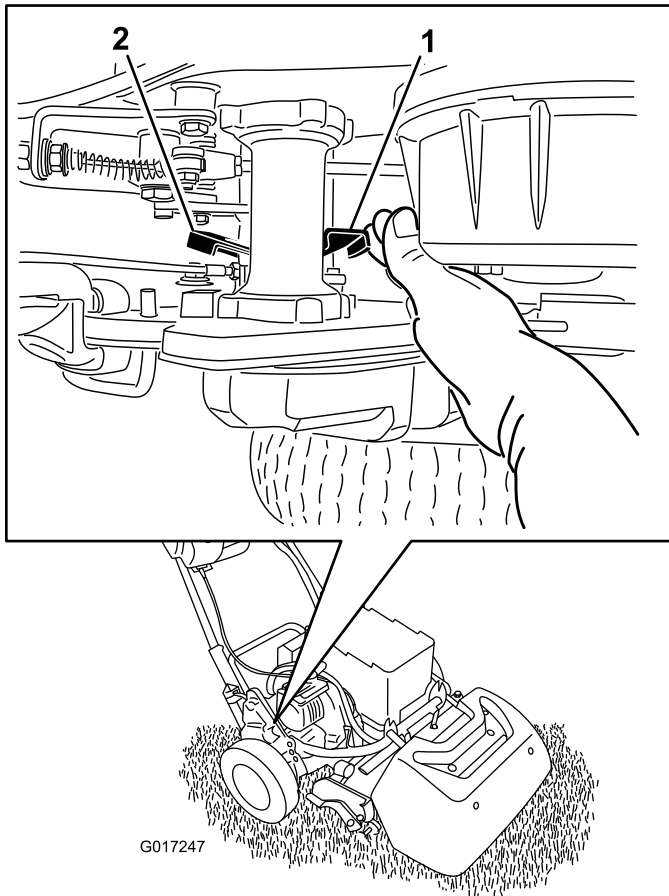

図 33
1. 機体の右後ろ角部にある走行解除レバーを探し出す走行ハウジングドラムの隣にある図 33。